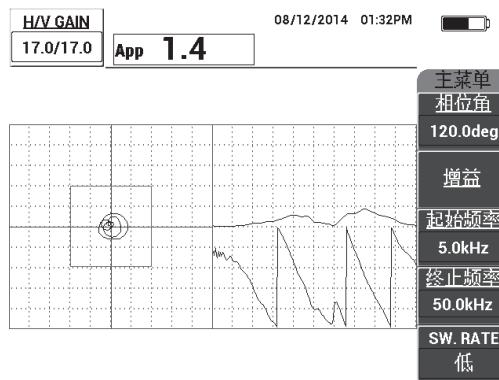

图 6-57 被限制在两个分区内的扫频图像
- 将探头端部放置在标准试块没有缺陷的区域上，然后按**增益键**（dB），并调整**增益**，直到扫频图像被限制在报警框中的两个分区以内（参见第153页的图6-57）。